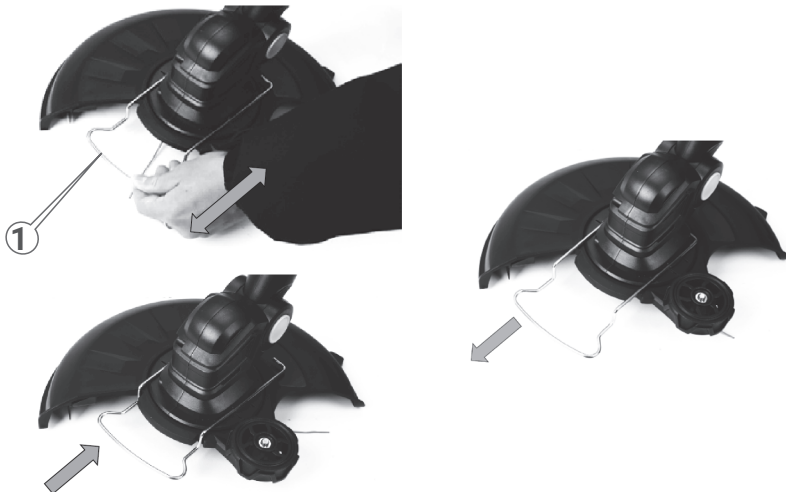

Рисунок 6. Схема регулювання положення скоби-обмежувача.
3. Відрегулювати положення скоби-обмежувача (1, рис. 6) вперед або назад. Існує два положення, відповідно, для контролю мінімального та максимального діапазону різання.